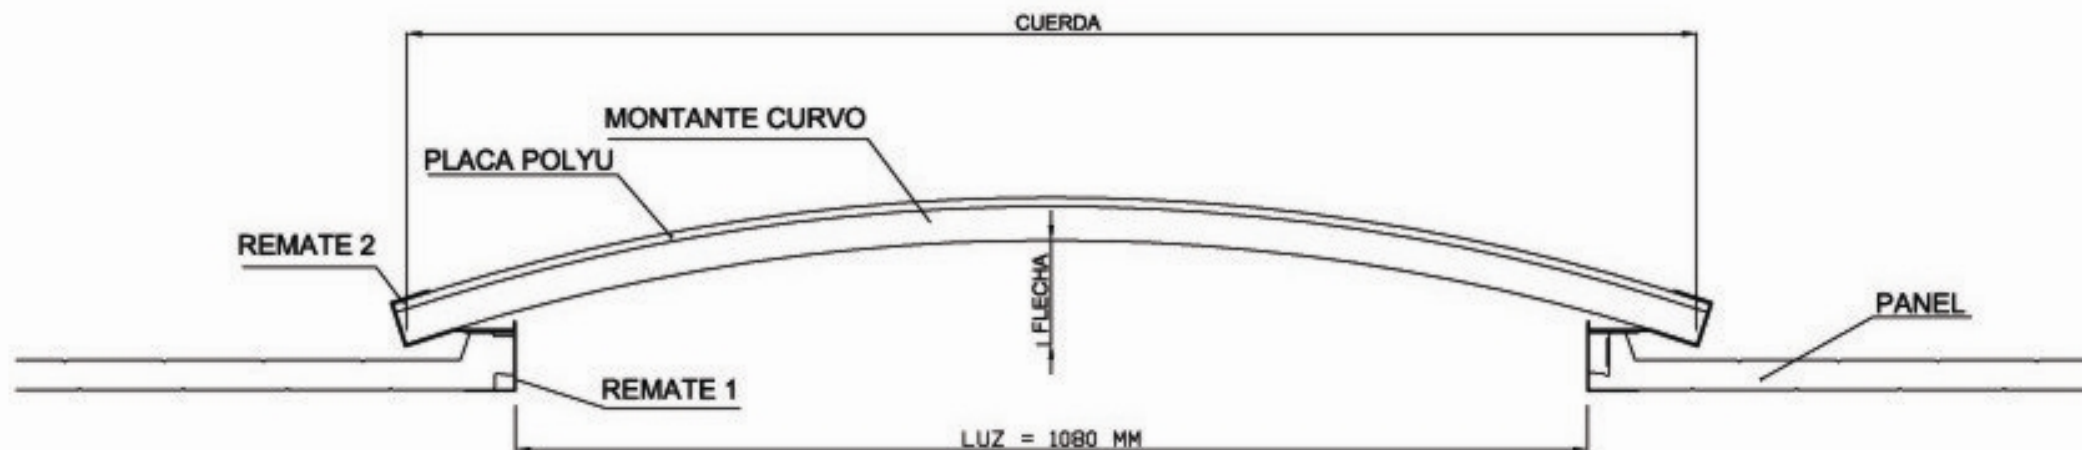

Fig.18
17) Se pueden insertar durante el montaje aperturas curvas en bóvedas realizadas con este sistema POLYÙ – (Fig. 18). El radio de curvatura de estas aperturas tiene un valor fijo de 3500 mm, por lo que únicamente se podrán instalar en bóvedas con el mismo radio.